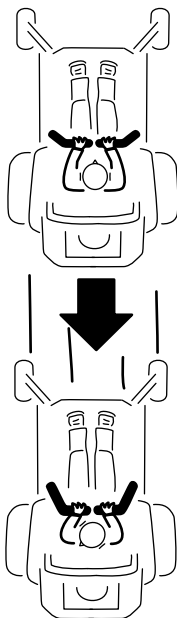

Bild 25
2. Ziehen Sie zum Rückwärtsfahren die Fahrtriebshebel langsam nach hinten (Bild 25).